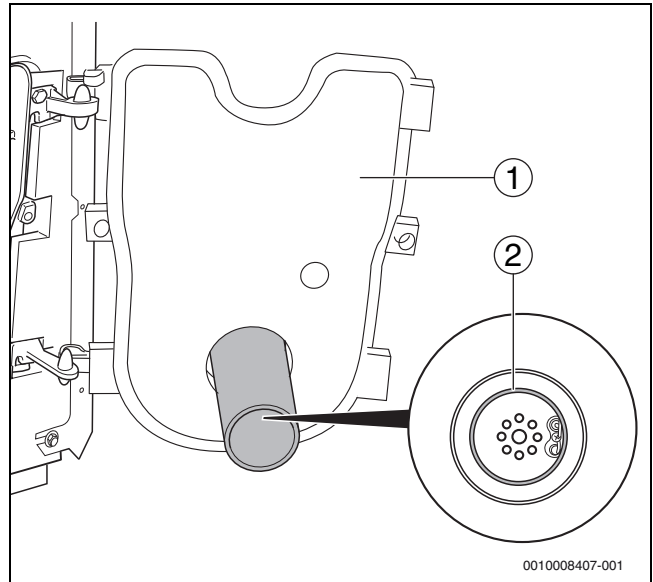

Bild 45 Korrekten Sitz der Dichtung prüfen
- ▶ Bei geöffneter Brennertür (→Bild 45, [1]) korrekten Sitz der Dichtung (→Bild 45, [2]) prüfen.
- ▶ Brennertür schließen (→Bild 45, [1]) und Befestigungsschrauben der Brennertür festziehen (ca. 10 Nm).